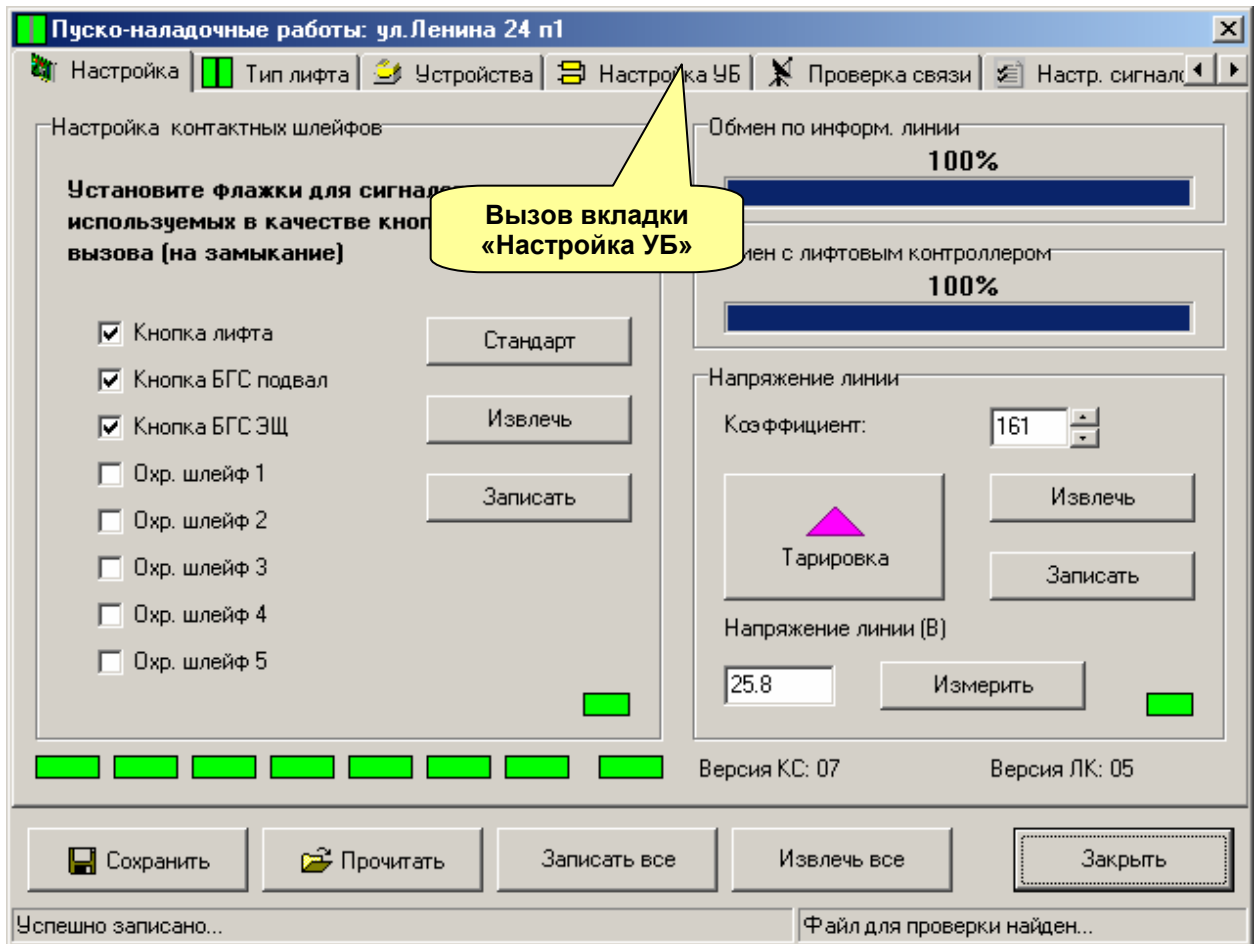

Рисунок 8 - Окно пуско-наладочных работ
3. На экране монитора появится следующее окно пуско-наладочных работ (см. рисунок 8).
- Щелкнуть левой кнопкой мышки по надписи «Настройка УБ» (см. рисунок 8). Появится основное окно пуско-наладочных работ устройства безопасности.